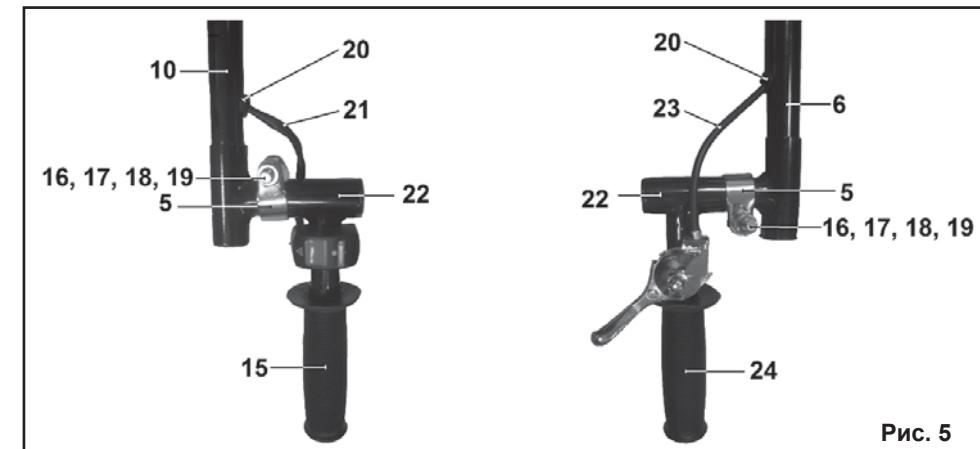

Рис. 5
7.1.2. Расположите в удобном положении ручку (15) рукоятки управления (10) и ручку (24) рукоятки управления (6), вращая вокруг оси (22), зафиксируйте положение болтами (16) с гайками (17) и шайбами (18, 19) на хомутах (5), расположенных на оси (22), с рукоятками управления (6, 10) (Рис. 5).